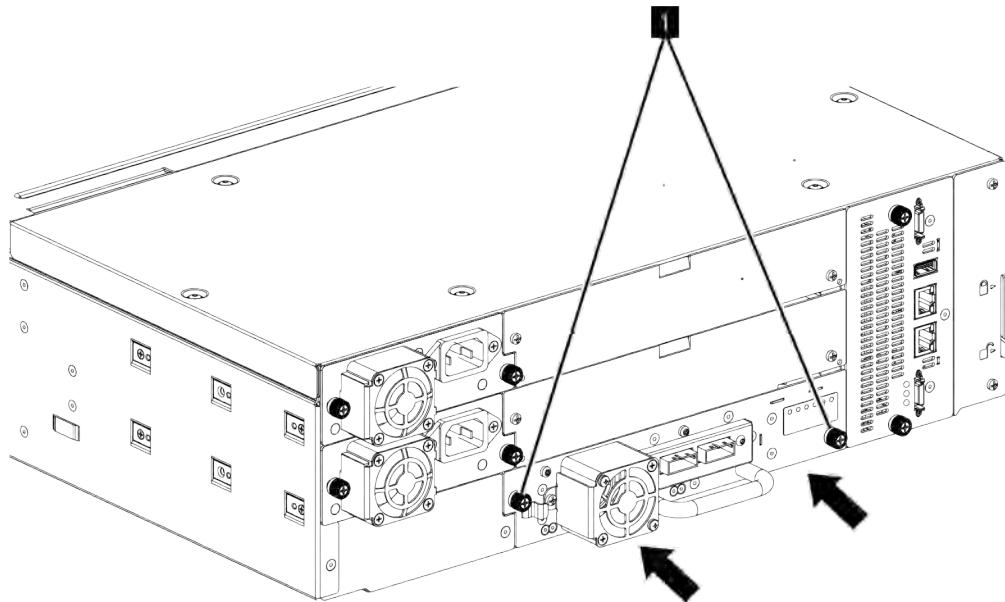

Figure 69. Installation d'une unité de bande
3. Serrez les vis moletées captives (**1** dans Figure 69, à la page 170) avec vos doigts jusqu'à ce que l'unité de bande soit bien fixée.